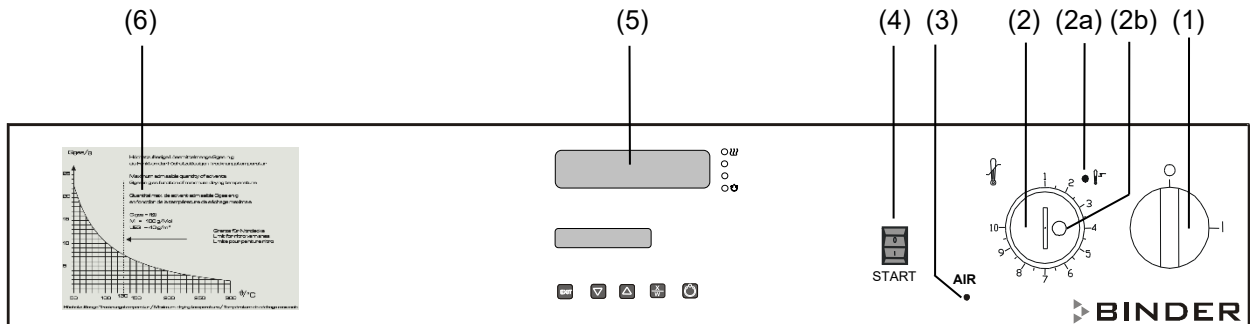

Abbildung 5: Instrumentenleiste FDL 115 Standardgerät
Der Abluftstrom wird durch einen im oberen Geräteteil befestigten Strömungswächter (Differenzdruckschalter) überwacht. Das Überwachungssystem schaltet im Störfall die Heizung sofort ab und meldet diesen Zustand durch ein optisches Signal: rote Anzeigeleuchte „AIR“ (3) (vgl. Abbildung 5).